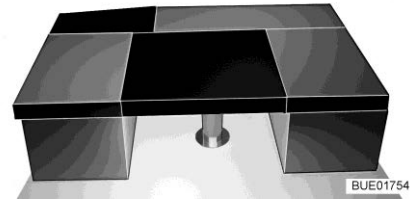

Fig. 84 Dopo la trasformazione
- Collocare il cuscino aggiuntivo rettangolare sul tavolo (tra i cuscini dei sedili dei divani, vedi Fig. 84).